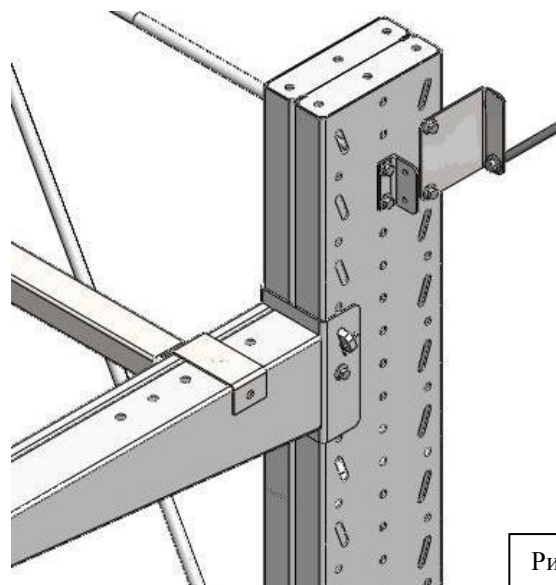

Рисунок 12
11. Односторонние стеллажи необходимо зафиксировать анкерный болт к стене через переходной кронштейн (рисунок 12), заранее установленный на стойке (см. пункт 5).